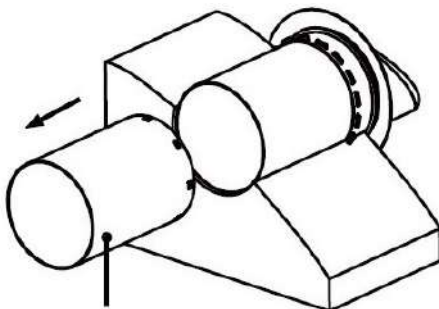

Fig.10
3) Agire sulla staffa (Fig. 10) per posizionare il condotto esterno in modo che la cuffia esterna sia rivolta verso il basso (Fig. 14-15), muovendo il condotto e ruotandolo (Fig. 13).
3) Handle the bracket (Fig. 10) to turn the outer duct forward and backward, left and right (Fig. 13) to make the air inlet/outlet installed downward correctly (Fig. 14-15) by the sign of the external ventilation hood.